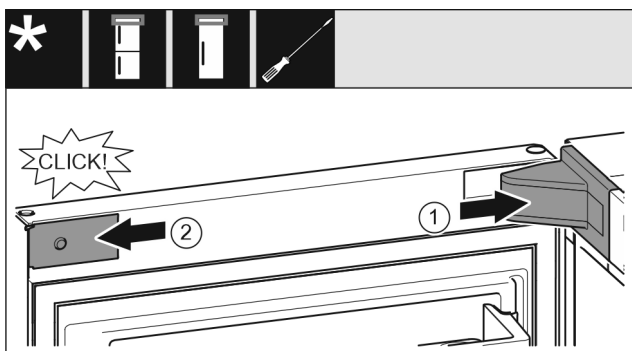

Fig. 34
- ▶ Applicare e innestare le coperture del blocco di supporto, eventualmente staccarle l'una dall'altra con cautela. Fig. 34 (1)
- ▶ Applicare la maschera sui lati e innestarla. Fig. 34 (2)